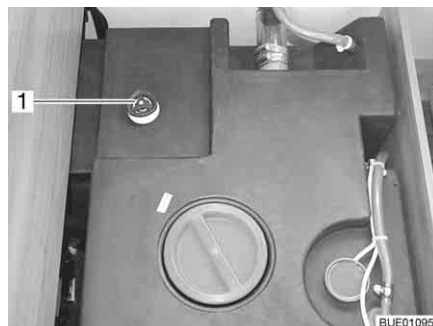

Bild 232 Wassertank mit Drehgriff
- Auf dem Wassertank den Drehgriff (Bild 232,1) entgegen dem Uhrzeigersinn über den Widerstand hinaus bis zum Anschlag drehen, um die Ablauföffnung vollständig zu öffnen.